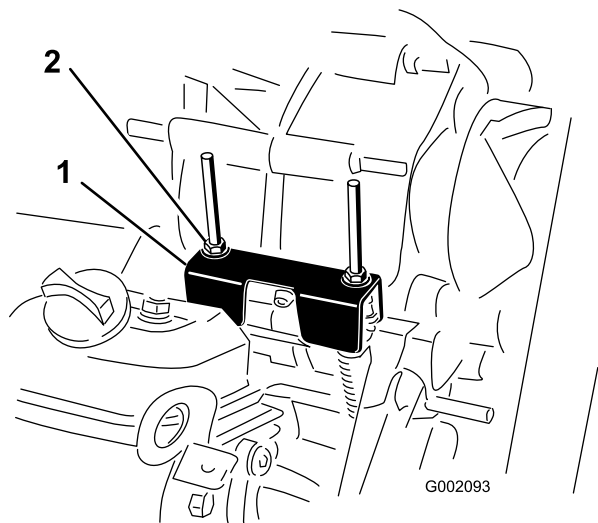

Figure 35
Lors des entretiens courants et/ou des diagnostics du moteur, vous devez placer la boîte-pont au point mort (Figure 35). La position point mort de l'inverseur de marche commande le point mort de la boîte-pont. Procédez comme suit pour vérifier que le point mort de l'inverseur de marche actionne correctement le point mort de la boîte-pont :
2. Vérifiez que la patte de réglage du point mort est à la position point mort (au même niveau que le support de fixation du câble situé sous la patte de changement de vitesse) en tournant l'embrayage (Figure 35). Le véhicule ne doit pas avancer ni reculer. Si le véhicule se déplace, placez la patte de réglage du point mort à la position point mort.
3. Serrez l'un des contre-écrous (Figure 35) pour obtenir un espacement de 0,076 à 0,15 cm.